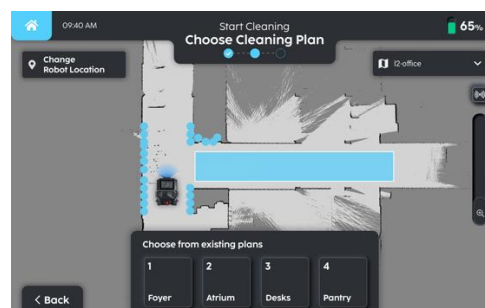

Fig. 4
4. De positie van de R3 VAC op de kaart is aangegeven met een pijlpunt (fig. 4). De punten en segmenten op de kaart weerspiegelen het zicht van de robot via de LIDAR.